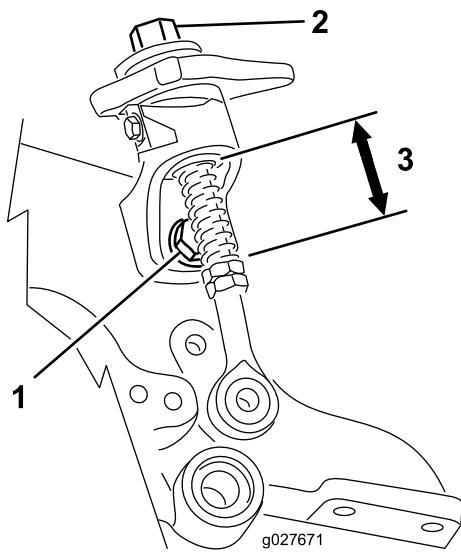

图31
2. 拧松快速升起安装螺栓，确保螺纹杆排成一条直线，且没有绑定在快速斜面上（图31）。拧紧螺栓。
3. 检查螺纹杆上快速升起弹簧的长度，应为 3.5cm（图31）。
- 4. 如果高度调节旋钮不能自由旋转，则可能是轴套脏了（图31）。